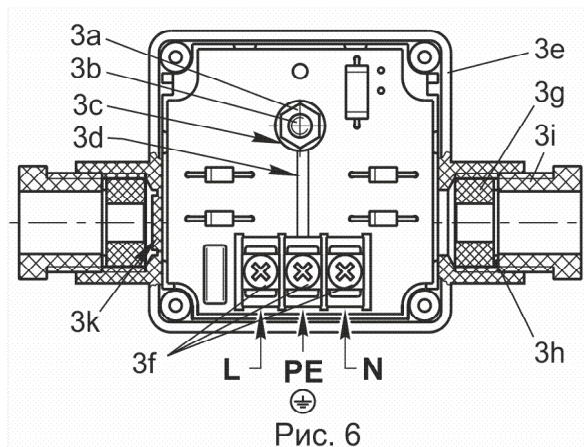

Рис. 6
4.3.3 На лицевой поверхности клеммной коробки открутите четыре винта крепления крышки. Снимите крышку клеммной коробки вместе с резиновым уплотнением. Клеммная коробка со снятой крышкой показана на рис. 6.
4.3.7 Электрическая схема подключения клапана приведена на рис. 6.